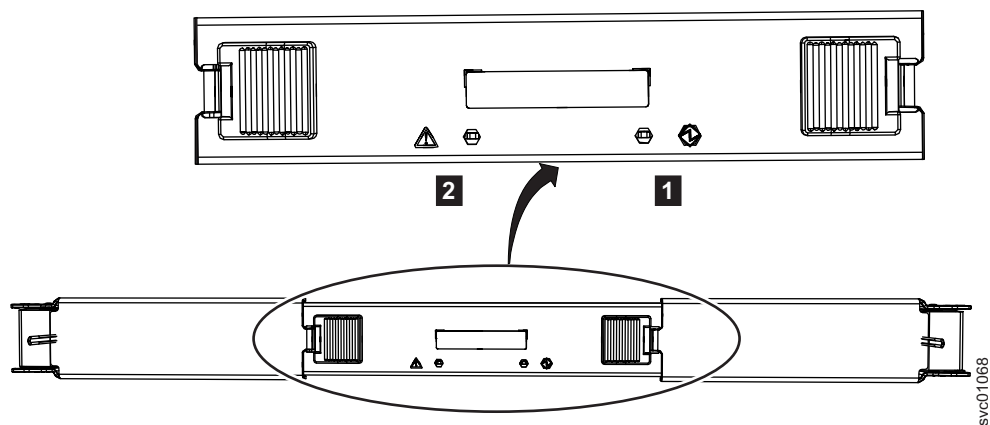

图 65. 辅助扩展器模块上的指示灯
2. 识别要更换的辅助扩展器模块；第 76 页的图 65 显示了辅助扩展器模块顶部的指示灯。